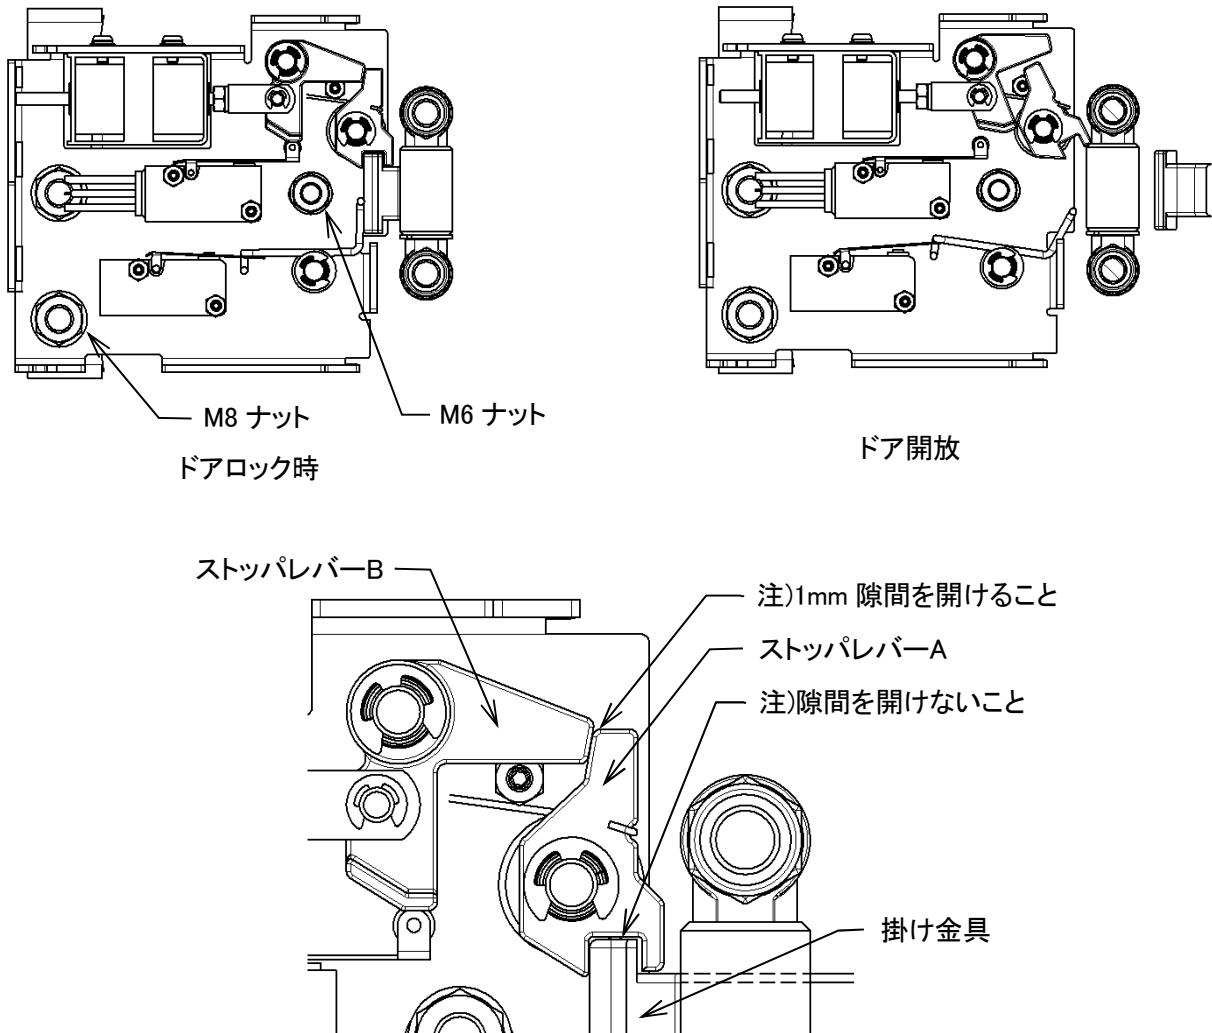

図8-9
- ドアロック及びドア開放時、図 8-9 の様になっています。
- ドアロック時、ストップパレバーA,B と掛け金具が図 8-9 の様にかみ合う位置に来る様に六角穴付き